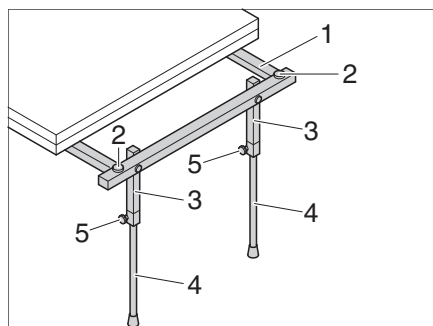

Fig. 116 Supporti telescopici (solo Just Go)
- Estrarre la sottostruttura del tavolo (Fig. 116,1).
- Collocare i supporti (Fig. 116,3) in posizione verticale.
- Aprire le due viti con pomello a stella (Fig. 116,5) ed estendere i supporti telescopici (Fig. 116,4) all'altezza desiderata.
- Serrare le due viti con pomello a stella (Fig. 116,5).
- Regolare il piano del tavolo all'altezza desiderata utilizzando le due viti di regolazione (Fig. 116,2).